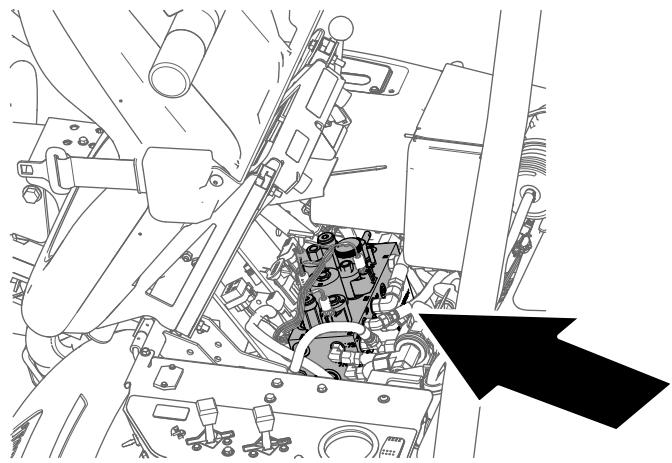

Bild 55
2. Klappen Sie den Bedienersitz hoch und stützen Sie ihn mit der Stützstange ab (Bild 55).